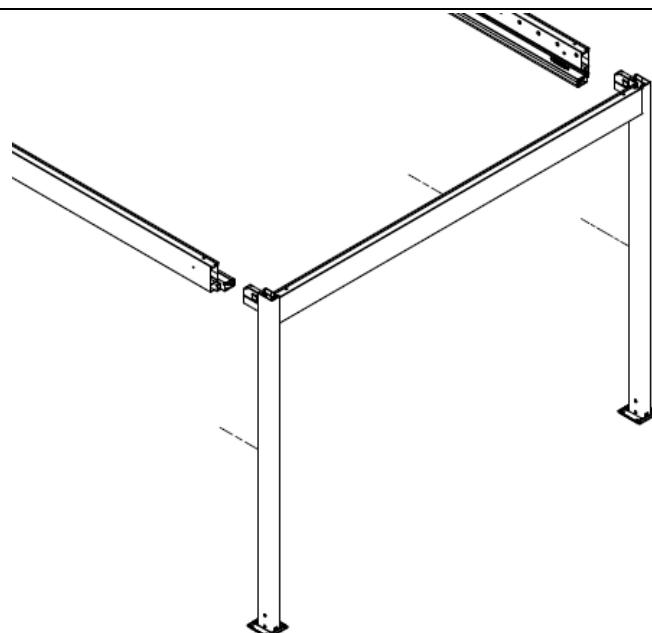

Abbildung 28
11. Das zusammengefügte Tor mit den Knochen auf die Kammern an den Enden der gestützten Längsträger schieben (Abb. 28). Achten Sie darauf, dass das gerade Ablauftrohr von den Längsbalken in das ausgeschnittene Fenster im Pfosten unterhalb der Knochen eingeführt wird.